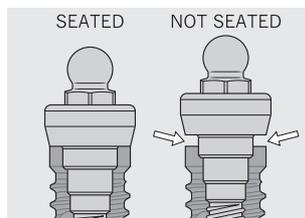

Fig. 3
- (Fig. 3) Vérifier la bonne assise sur l'implant à l'aide d'un cliché radiographique. Placer le film perpendiculairement à l'interface entre le Dalbo® Certain® Abutment et l'implant.